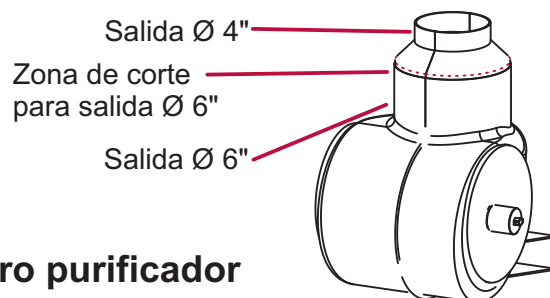

Fig. 10
- Colocar la boca (9) al cajón porta extractor (6). Fig. 10.
- Colocar filtros (8) en boca (9).
- Cerrar placa silence (10).